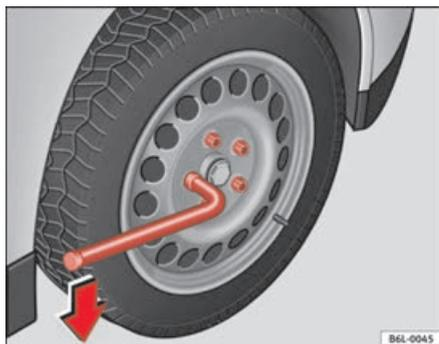

Fig. 142 Changement d'une roue : desserrer les boulons de roue
- Attrapez la clé par l'extrémité et tournez-la environ un tour vers la **gauche** ⇒ fig. 142.